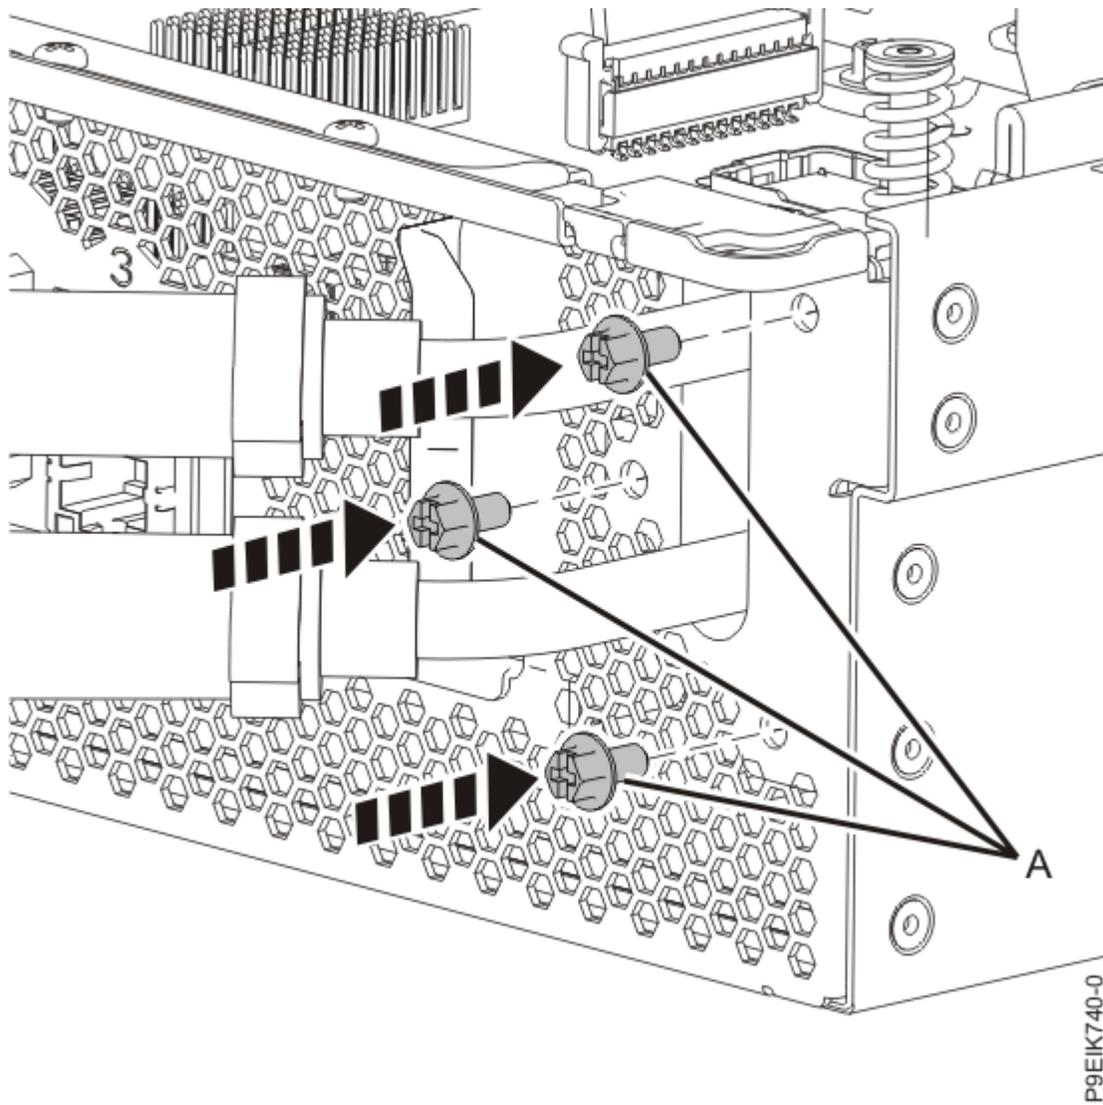

図 60. 背面の冷却水ホースねじの再取り付け
13. 冷却水ホースをシステムの背面に固定する 3 本のねじ (A) を再取り付けします (62 ページの図 60 を参照)。